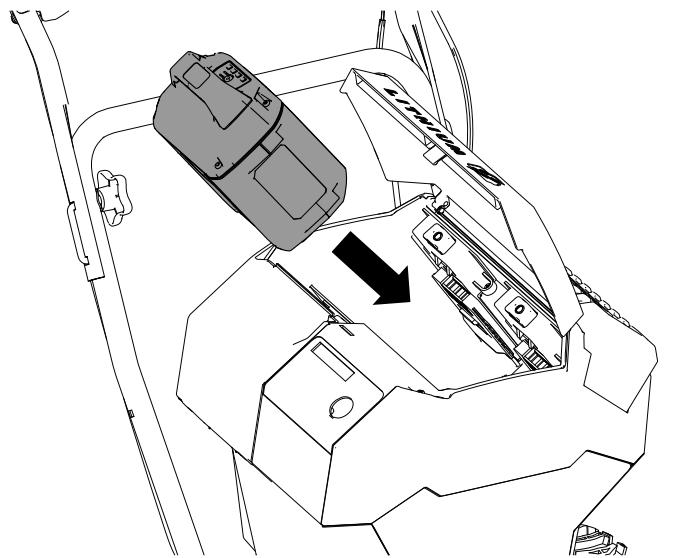

Figura 11
- Allineate la cavità nel pacco batteria con la linguetta sulla macchina e fate scorrere il pacco batteria nel vano fino a quando non si blocca in posizione (Figura 11).